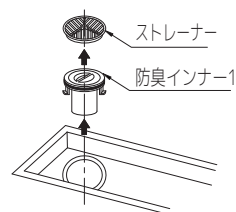
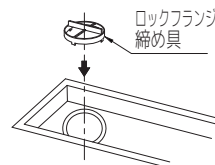

図3
図4
③ストレーナーと防臭インナー1を取出して（図3）、付属の締め付け具にてロックフランジと排水トラップ本体を締め付けてください（図4）。
④上フタを排水ユニット本体にセットしてからモルタルで固定、もしくはアンカー溶接にて固定してください。